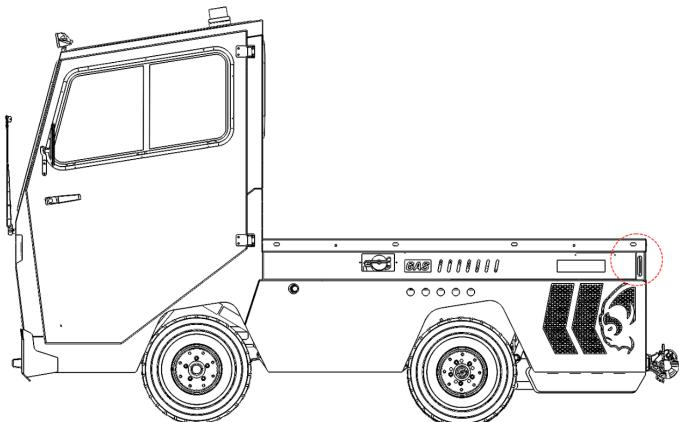

Figure 39. Coins.
- Coins (1) (des deux côtés). Ces coins risquent de se fissurer car ils sont soumis à des contraintes importantes (voir figure 39).